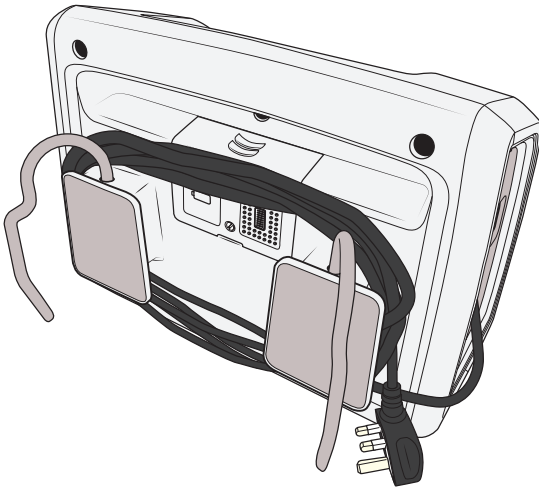

図 62
2. 電源コードを吊り下げフックに巻きます。図 62 を参照してください。